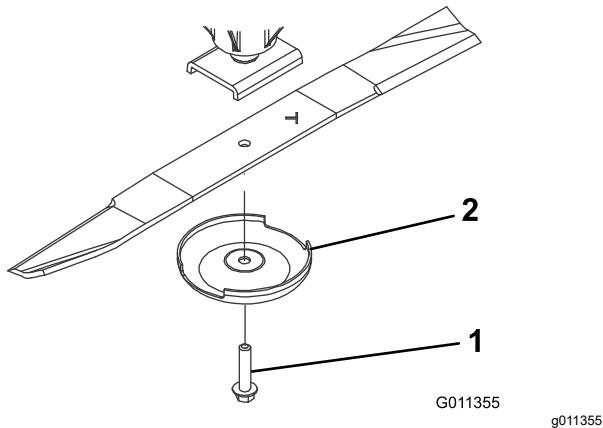

Figura 74
- Retire del eje de la cuchilla el perno de la cuchilla, el protector de césped y la cuchilla (Figura 74).